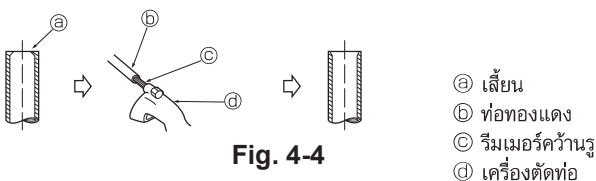

Fig. 4-4
4.2.2. การจัดเสี้ยน (Fig. 4-4)